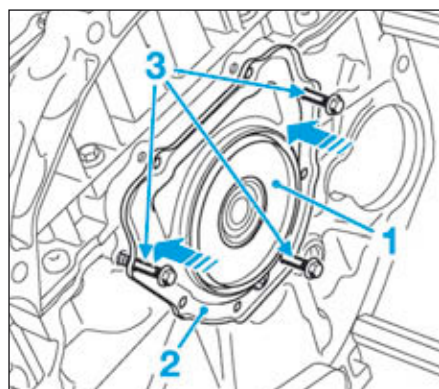

FIG.56
- Reposer l'ensemble «protecteur de joint (1) - couvercle d'étanchéité neuf (2)» sur le nez de vilebrequin (Fig.56).
- Poser les trois vis de guidage (3) (M6 - longueur 90 mm) du couvercle d'étanchéité.